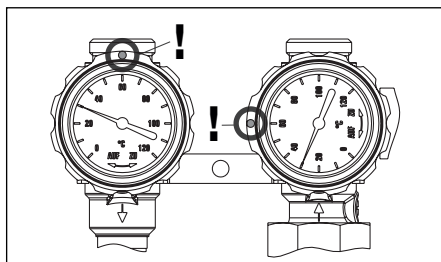

Fig. 6.15 Position des robinets à tournant sphérique pendant le remplissage
2. Positionner les robinets à tournant sphérique de la station solaire comme indiqué sur la fig. 6.15 (position angulaire de la manette du thermomètre sur l'aller: 0°, sur le retour: 90°)